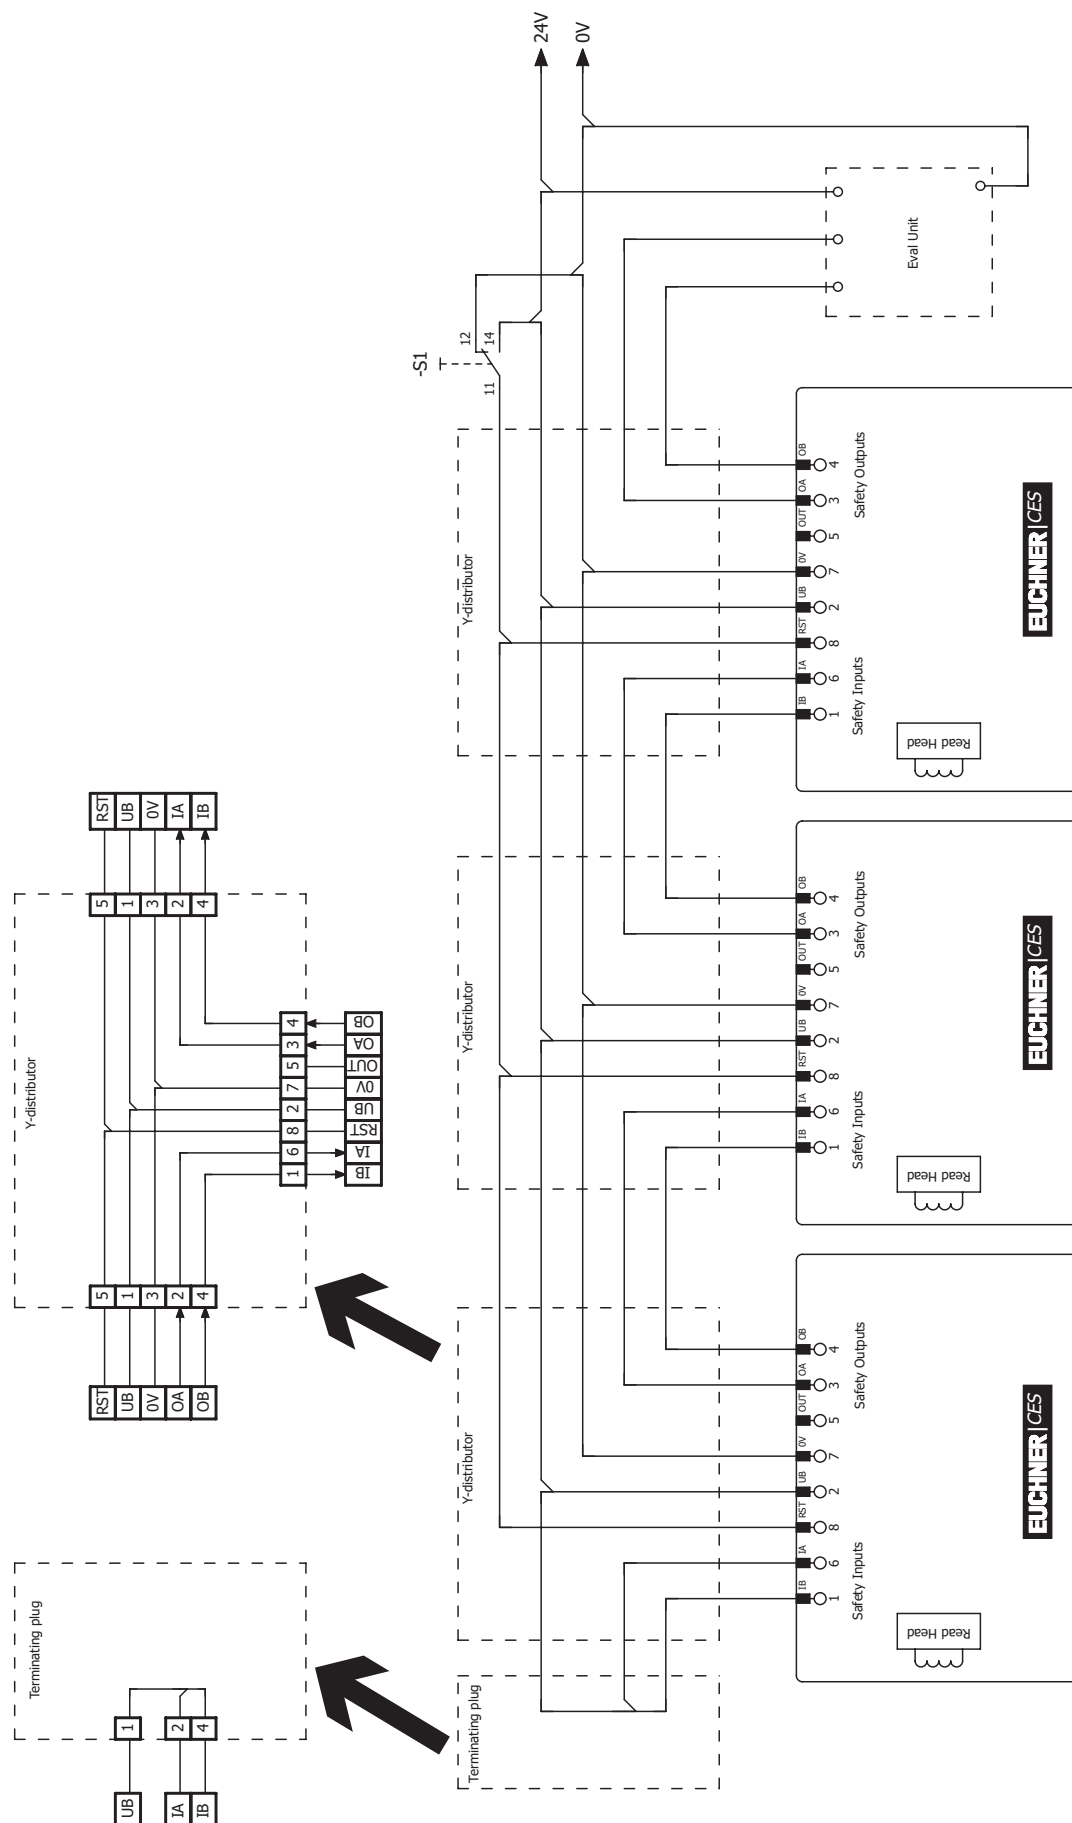

Рис. 4. Пример последовательного подключения с возможностью сброса параметров и переключателем
- › Следует использовать общий сигнал для всех выключателей в одной цепи. Для этого может использоваться переключатель, однако также возможно использование выхода ПЛК. Кнопочный выключатель не подходит, так как во время работы выход RST должен быть всегда соединен с землей (см. выключатель S1 на *Рис. 4 на странице 20*).
Чтобы обеспечить такую возможность, вход RST должен быть подключен так, как показано на *Рис. 4 на странице 20*.